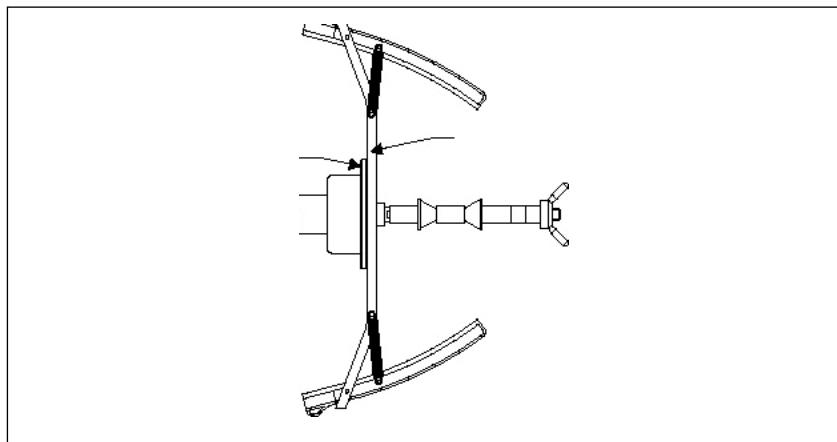

Figura F4.1 Instale o clipe no eixo de equilíbrio Aline os “orifícios roscados de fixação” no clipe com os “orifícios de fixação” no eixo de equilíbrio.
- 2) O clipe do pneu da motocicleta é montado no eixo de equilíbrio conforme mostrado na Figura F4.1. Figura F4.1 Instale o clipe no eixo de equilíbrio. Aline os “orifícios roscados de fixação” no clipe com os “orifícios de fixação” no eixo de equilíbrio.